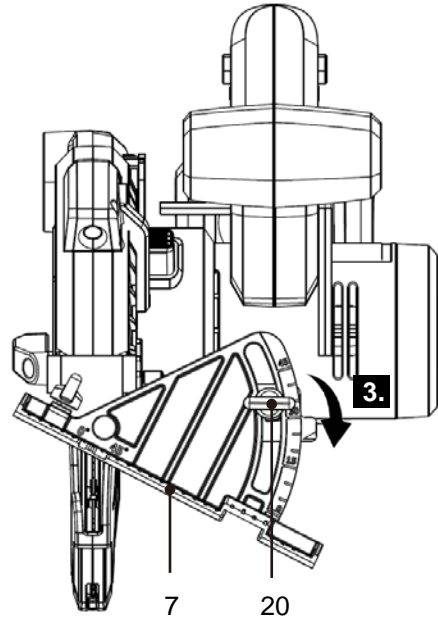

Fig. 12
2. Depois de regular o ângulo de corte desejado, fixe a placa base (7) apertando o manípulo de regulação do ângulo de corte (20) girando-o para a direita (Fig. 12, passo 3).